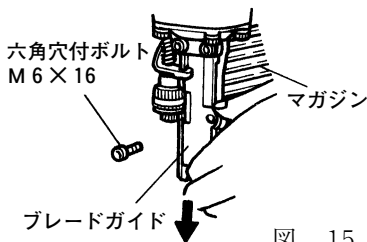

図 15
- 六角棒スパナ 5 mm (本体に取付けてあります) を使用して六角穴付ボルト M6×16 をはずし，ブレードガイドを下方へ引っ張ってはずします。(図 15)